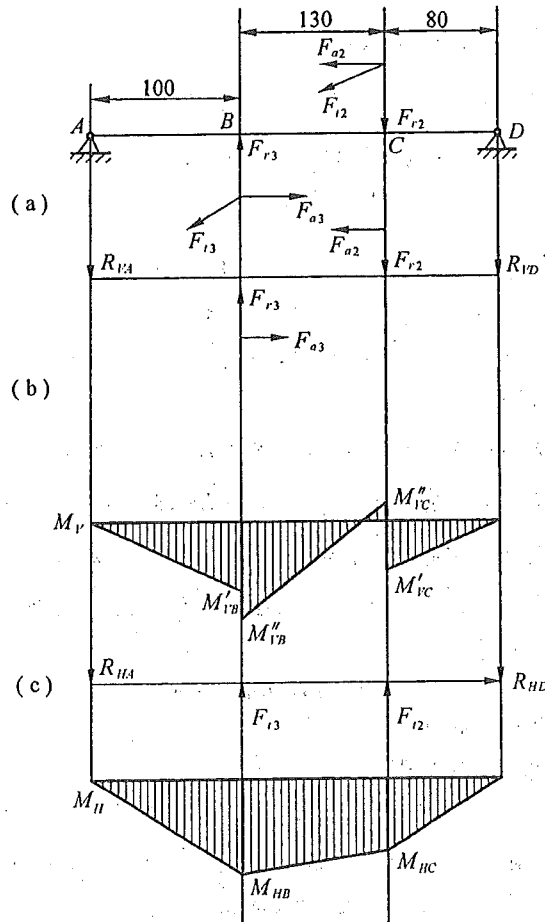

图 14-2
(2)轴的受力简图(图 14-2(a))
(3)求垂直面的支反力,绘制弯矩图(图 14-2(b))
(4)求水平面的支反力,绘制弯矩图(图 14-2(c))